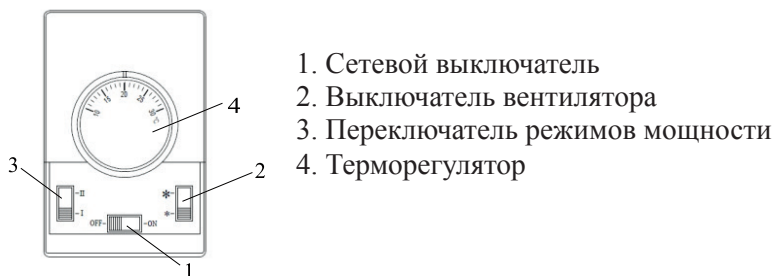

Рис. 1 Пульт управления
5.3 Управление завесой осуществляется с выносного пульта управления (см. рис. 1). Пульт управления позволяет поддерживать необходимую температуру воздуха вблизи проема и регулировать тепловую мощность завесы.